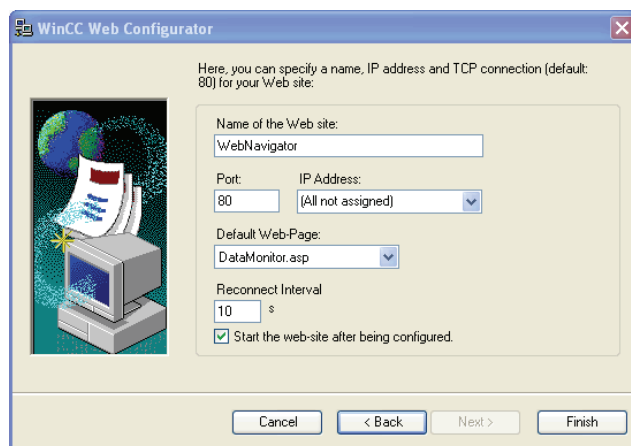

图 15-26 WinCC Web Configurator 填写 Web 站点名称对话框
3) 选择“Name of the web site”并输入名称，如图 15-26 所示。